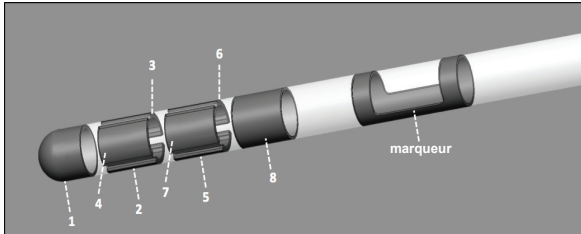

Figure 3 : Marqueur de la sonde directionnelle
- Reliez la sonde au microdrive. Vous pouvez orienter les contacts directionnels en plaçant le marqueur directionnel (voir Figure 3) dans la position souhaitée lorsque vous reliez la sonde au microdrive.